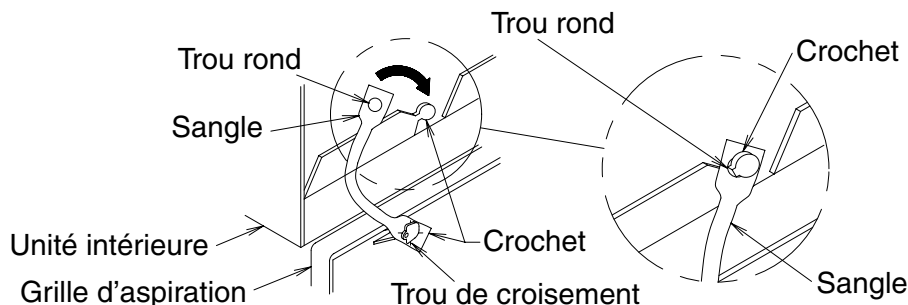

Fig. 35
- Lors de l'installation de la grille d'aspiration, suspendez le ressort de la grille d'aspiration à la partie de suspension de l'unité intérieure comme indiqué dans la **Fig. 35**.